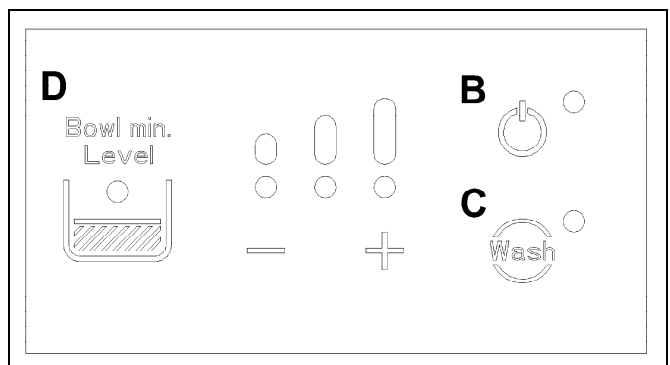

Fig. 12
- Lorsque la LED de niveau produit D ainsi que la LED d'allumage B (fig.12) sont allumées et qu'une alarme sonore retentit, cela signifie que le niveau de produit dans le bac supérieur est faible et qu'il devra donc être rétabli ; dans ces conditions, la machine est bloquée et seuls fonctionnent le moteur et la pompe en phase de distribution jusqu'au rétablissement du niveau.